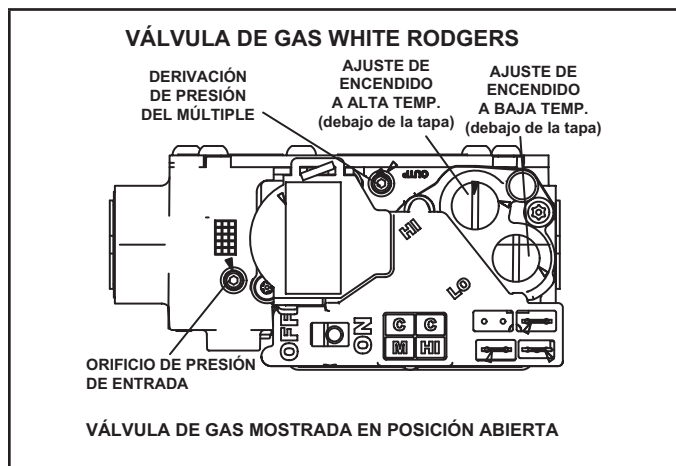

FIGURA 64
Operación de la válvula de gas (FIGURA 64)
- 6 - Mueva el interruptor en la válvula de gas a la posición **OFF (Apagado)**. Ver FIGURA 64.
- 8 - Mueva el interruptor en la válvula de gas a la posición **ON (Encendido)**. Ver FIGURA 64.
Un tapón roscado en la válvula de gas permite acceso a la presión de suministro. Ver FIGURA 64. Retroceda el tornillo hexagonal de 3/32 una vuelta, conecte un tubo de 5/16 y conéctelo a un manómetro para medir la presión de suministro. Ver la TABLA 25 para la presión de la línea de suministro.
Un tapón de presión del múltiple en la válvula de gas permite acceso a la presión del múltiple. Ver FIGURA 64. Retroceda el tornillo hexagonal de 3/32 una vuelta, conecte un tubo de 5/16 y conéctelo a un manómetro para medir la presión del múltiple.
- 5 - Haga ajustes si es necesario. La FIGURA 64 muestra la ubicación de los tornillos de ajuste de encendido de alta y baja temperatura.